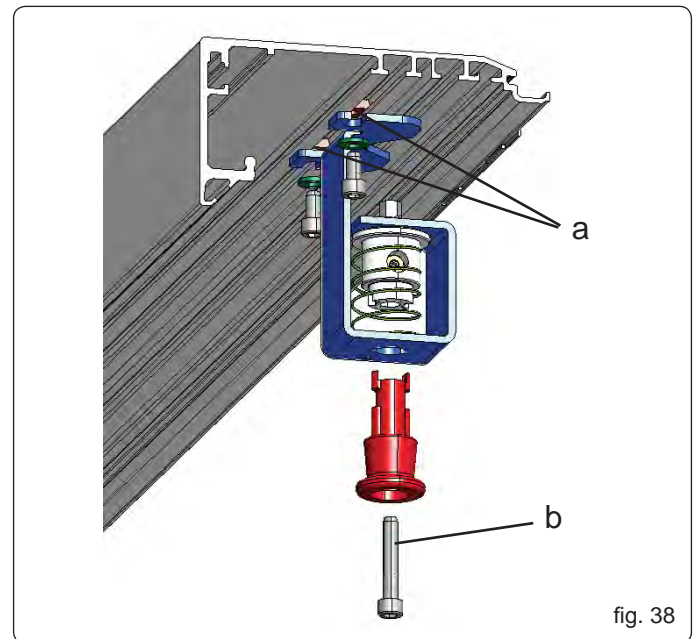

fig. 38
- Montera frigöringsknob på sidofästet, så som visas i Fig. 38, efter placering av två plattor i profilen (Fig.38 ref. a)